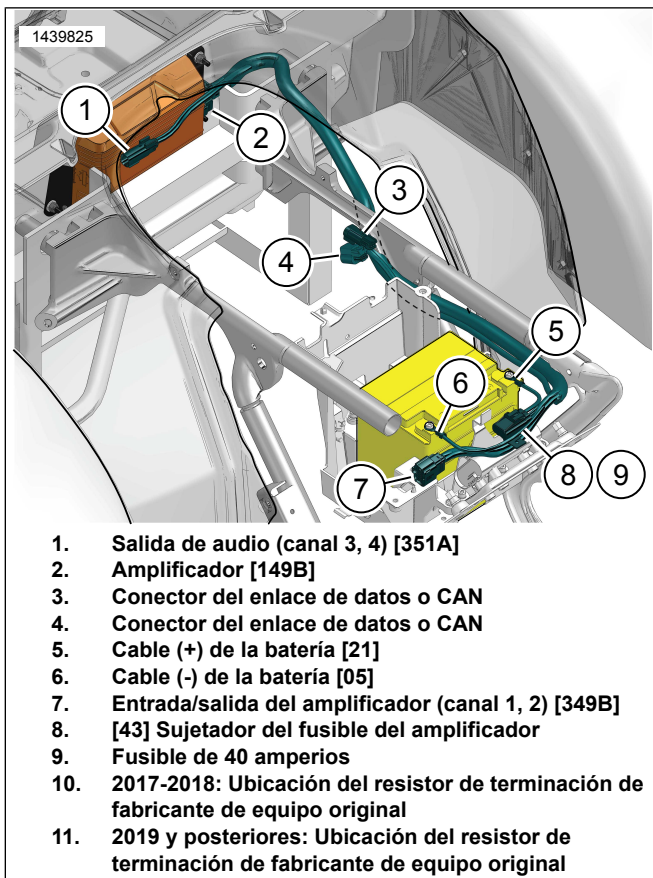

Figura 3. Disposición del arnés de cables del amplificador
1. Consulte la Figura 3. Enchufe el conector [149B] en el amplificador.
- f. Coloque [91A] (13) del arnés externo en la parte superior de [91B]. Asegure con correas de cables.
- a. Consulte la Figura 3. Busque el conector del vehículo [319A] y la tapa del resistor de terminación cerca del área de la cubierta lateral derecha.
7. Consulte la Figura 3. Tienda los elementos 5 a 9 por delante de la batería y hacia la cubierta lateral derecha.
8. Conecte el cable negativo de la batería (6).
9. Conecte el cable positivo de la batería (5).
10. Asegure el portafusibles del amplificador (8) con una correa de cables.
11. Consulte la Figura 3. Tienda el arnés con el conector del amplificador sobre el lado izquierdo de la estructura.